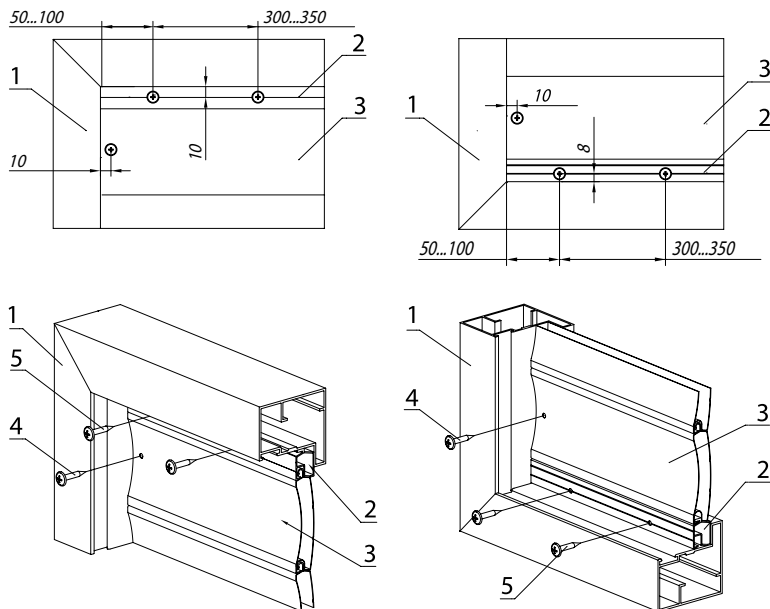

Рис. 16. Установка заполнения:
3. Произвести разметку под сверление отверстий для крепления полотна заполнения в соответствии с рис. 16.